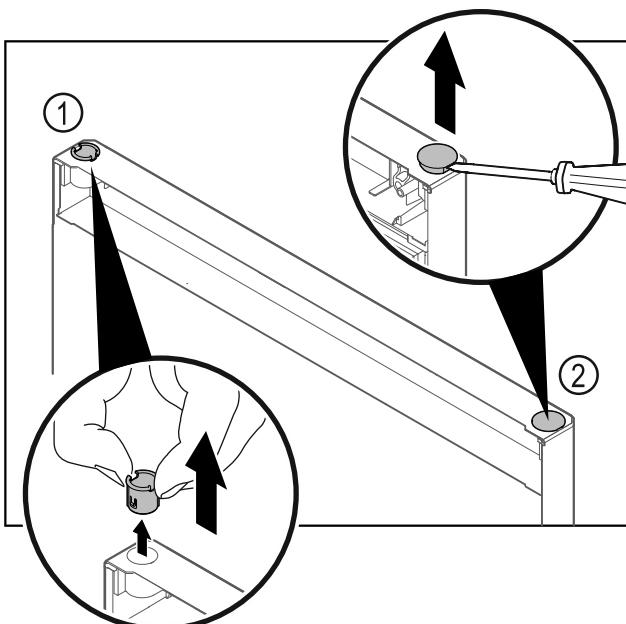

Fig. 18 Kühlteiltür
- Scharnierbuchse Fig. 18 (1) mit den Fingern herausziehen.
- Abdeckstopfen Fig. 18 (2) vorsichtig mit einem Schlitzschraubendreher anheben und herausziehen.